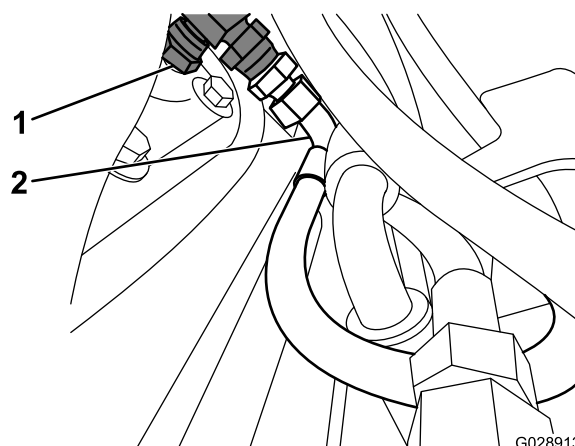

Figura 2
7. Conecte el racor de 1/4" y la manguera del paso 5 a la parte trasera del acoplamiento en T de 1/4" (Figura 2).